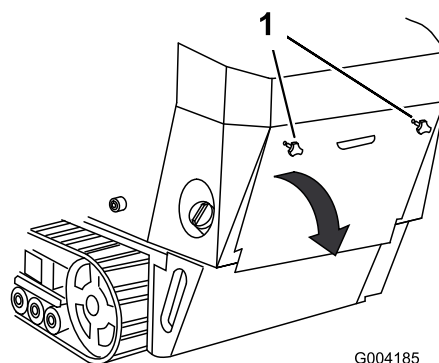

Figura 25
1. Svitare le 2 manopole che fissano il coperchio di accesso posteriore alla macchina (Figura 25).
2. Inclinate il coperchio di accesso posteriore verso il basso e rimuovetelo per accedere ai componenti interni (Figura 25).